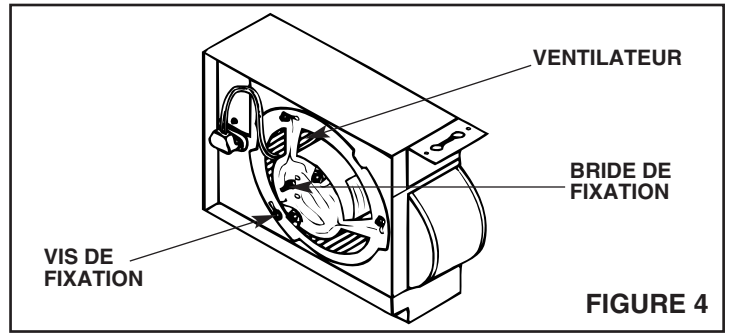

FIGURE 4
5. Refer to Figure 4. Insert blower unit into housing, with stud on mounting bracket on the side near the receptacle. Turn bracket clockwise to lock blower into position, then tighten the three screws. Plug in motor.
**MODEL 8833NA:** Place hole in center of grille bezel over stud on motor plate and fasten with nut provided. Snap grille panel over the four (4) spring clips on grille bezel.
5. Voir la Figure 4. Insérer le ventilateur dans le boîtier, le montant de la bride de fixation du côté de la prise de courant. Tourner la bride dans le sens horaire pour verrouiller la ventilateur en place, puis fixer les trois vis de retenue. Brancher le moteur.
**MODELE 8833NA:** Placer l'orifice au centre de la plaque de la grille vis-à-vis le montant de la bride fixation et la fixer avec l'écrou fourni. Insérer la grille en la fixant sur les quatre (4) cliquets à ressort de la plaque.